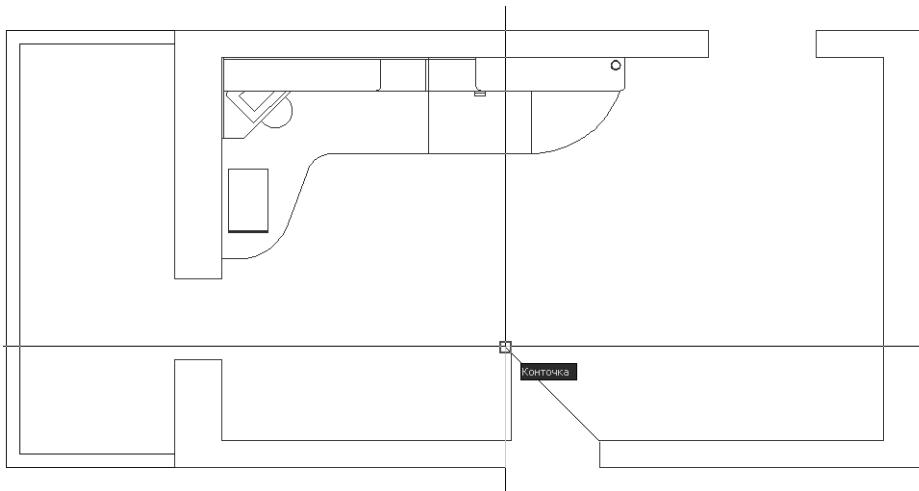

Рис. 7.8 ▼ Выбор конечной точки дуги
6. В следующем приглашении AutoCAD предложит задать конечную точку дуги. Выберите точку, которая находится в левом верхнем углу прямоугольника, обозначающего контур открытой двери (рис. 7.8).
8. Элементы чертежа, которые нам предстоит преобразовать в блок, готовы. Теперь нам осталось создать определение блока – присвоить этим элементам имя и определить точку вставки. Для этого запустите инструмент **Создать блок** (Make Block) панели инструментов **Черчение** (Draw) или выберите из меню команду **Черчение ⇒ Блок ⇒ Создать** (Draw ⇒ Block ⇒ Make) либо введите в командном окне команду **Блок** (BLOCK) или просто **б** (B).